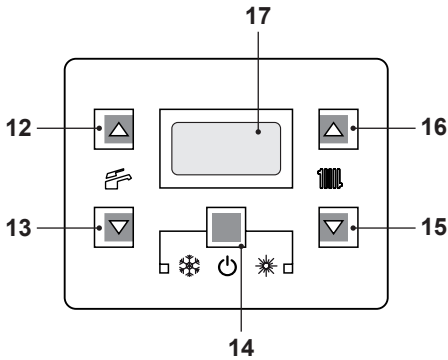
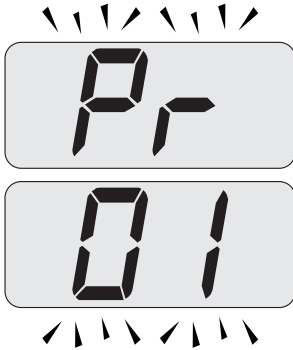
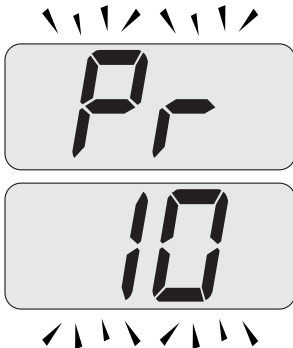

Figura 5.52
Figura 5.53
Figura 5.54
• Entrare in "modalità programmazione" premendo contemporaneamente per 10 secondi i tasti 14 - 15 - 16 (Figura 5.52) fino a far apparire sul display LCD le lettere **Pr** che si alternano con il codice **01**, indicanti l'entrata nel "parametro 01" (Figura 5.53).
- Scorrere i vari parametri utilizzando i tasti 15 o 16 fino a far apparire sul display LCD le lettere **Pr** che si alternano con il codice **10**, indicanti l'entrata nel "parametro 10" (Figura 5.54).
- Premere contemporaneamente i tasti 14 e 16 (Figura 5.52) fino a far apparire sul display LCD il valore del parametro 10 (30=180 secondi) (Figura 5.55).
- Premendo il tasto 14 (Figura 5.52) si ottiene la conferma del valore inserito.
- Premendo contemporaneamente i tasti 14 e 15 (Figura 5.52) si esce senza modificare il valore (ritorno alla lista parametri Figura 5.54)
- Premendo contemporaneamente per 10 secondi i tasti 14 - 15 - 16 (Figura 5.52) si esce dalla "modalità programmazione".